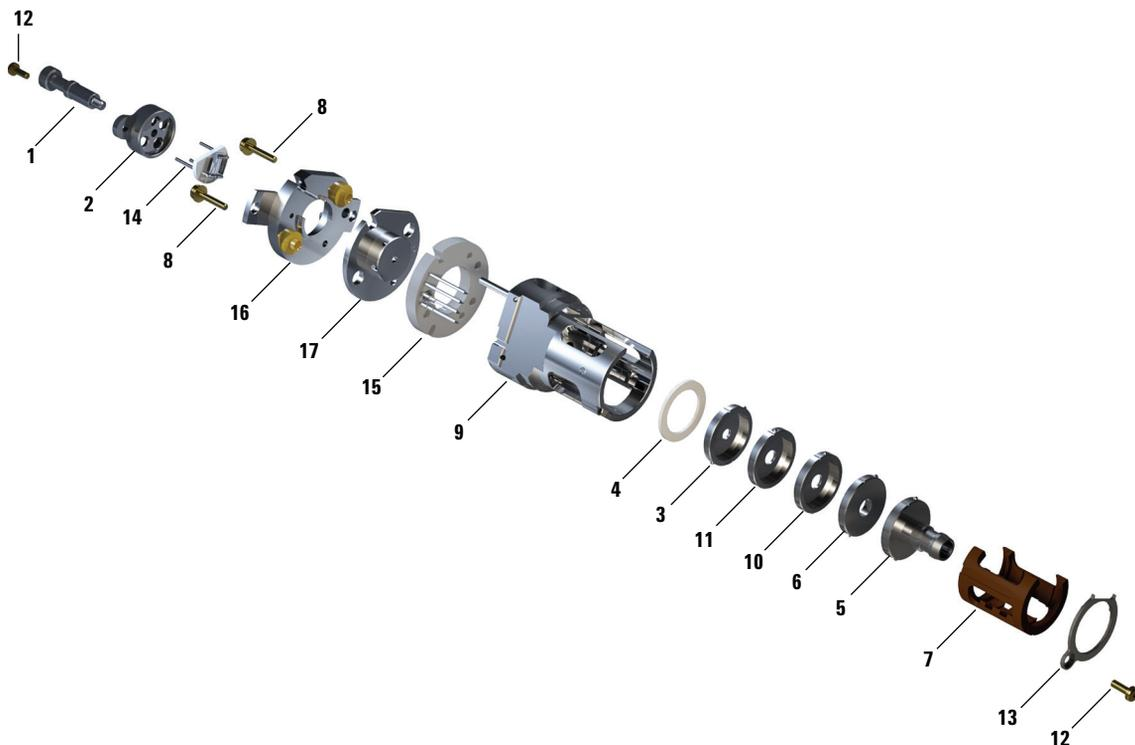

Figura 61. Montaje de la fuente EI HES
Consulte el plano de despiece y la lista de piezas de la fuente EI HES a la hora de llevar a cabo este procedimiento. (Consulte la Figura 61 y la Tabla 20 en la página 212).
- 3 Inserte el tubo de lentes cubierta por el aislante en el cuerpo de la fuente. (Consulte la **Figura 61** en la página 212). Los números grabados están orientados hacia la apertura completa que se extiende hasta el extremo del cuerpo de la fuente. Compruebe que la cerámica está nivelada al extremo del cuerpo de la fuente.
- 9 Enrosque la sujeción manual al bloque de filamentos. (Consulte la Figura 61 y la Tabla 20 en la página 212).
Tabla 20 Lista de piezas de la fuente EI HES (Figura 61)
Tabla 20 Lista de piezas de la fuente EI HES (Figura 61) (continuación)